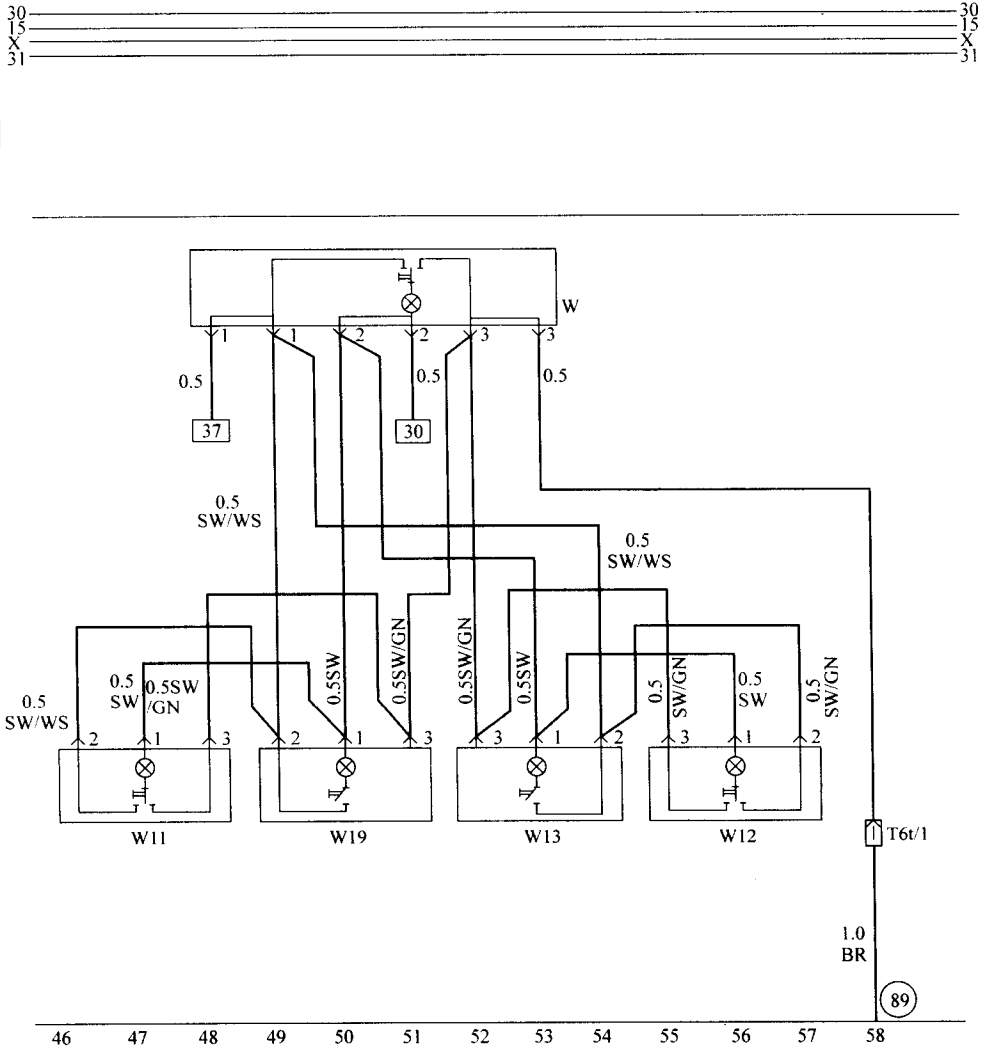

图 5-5 电路图 (坐标 46~58)
(5) 坐标 46~58 之间元件电路图,如图 5-5 所示。